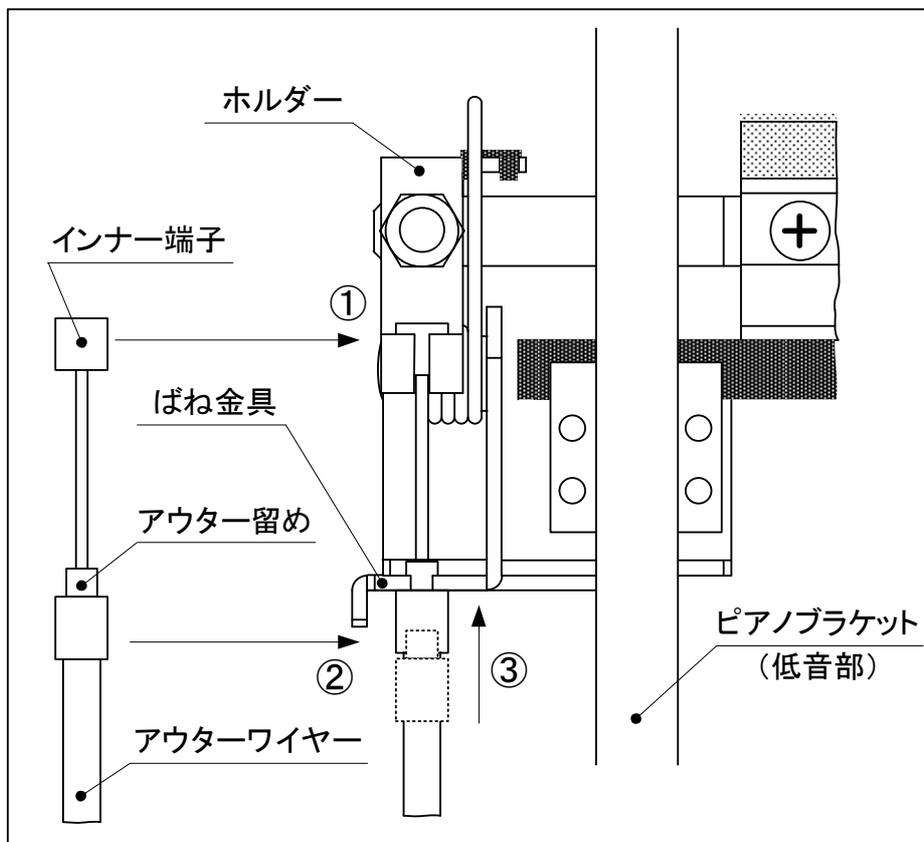

図4.6-3 ワイヤーの掛け方
(3) 図4.6-3の手順でワイヤーを金具へ掛ける。
- ① インナー端子をホルダーへ掛ける。
- ② アウター留めを引っ張りながら、ばね金具の溝にワイヤーを通す。
- ③ アウター留めをばね金具の下側からはめ込む。